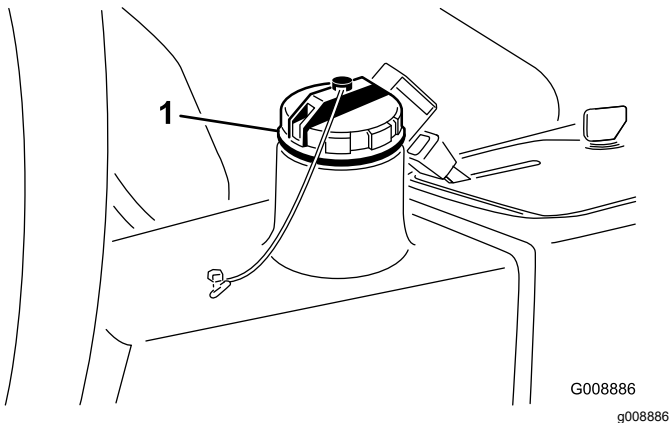

Figura 79
4. Llene el depósito (Figura 79) con aproximadamente 13,2 litros de aceite hidráulico; consulte Comprobación del sistema hidráulico \(página 53\).